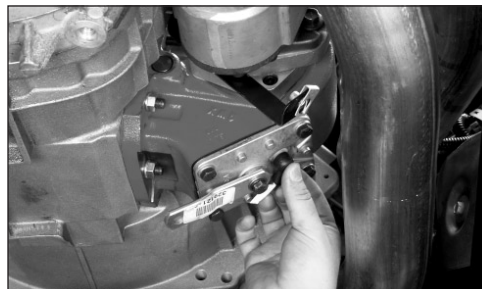

Fig. 19
21. Tienda el arnés de cableado sobre la parte superior de la transmisión y conecte el conector de cargador en el interruptor indicador de la PTO (Fig. 19). Para la instalación del interruptor en el tablero consulte la página 19 de este manual. Fije el arnés en la transmisión para proteger el relé contra daños.